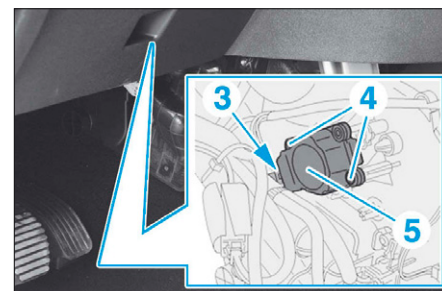

FIG. 35
- Débrancher le connecteur (3) (Fig.35).
- les vis (4),
- le servomoteur de volet de mixage (5).